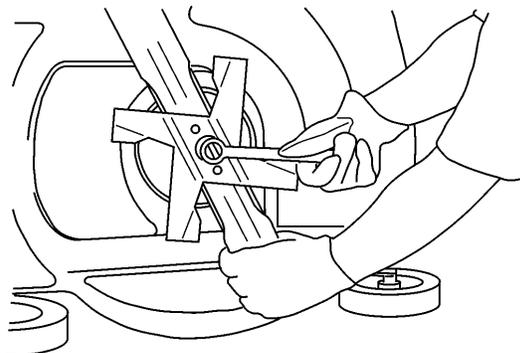

Figure 31
3. Installer l'hélice de paillage dans le logement de la lame et serrer avec l'écrou de lame (Fig. 31).